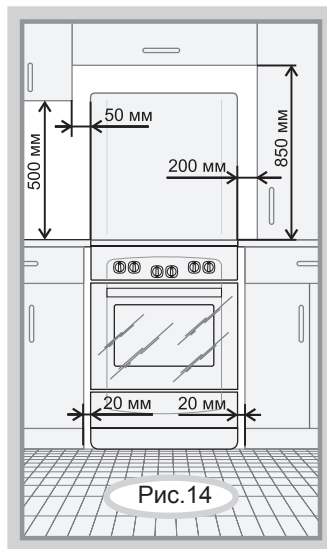

Рис.14
- Минимальные расстояния, которые необходимо выдержать при установке плиты, показаны на рис.14. Задняя стенка варочной панели плиты должна отстоять от поверхности стены не менее чем на 50 мм.